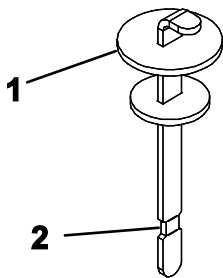

图20
- 从加油颈中取出量油尺，用干净的抹布擦拭。将量油尺插入加油颈；然后再取出检查液位。液压油位达到量油尺上的标记（图20）。